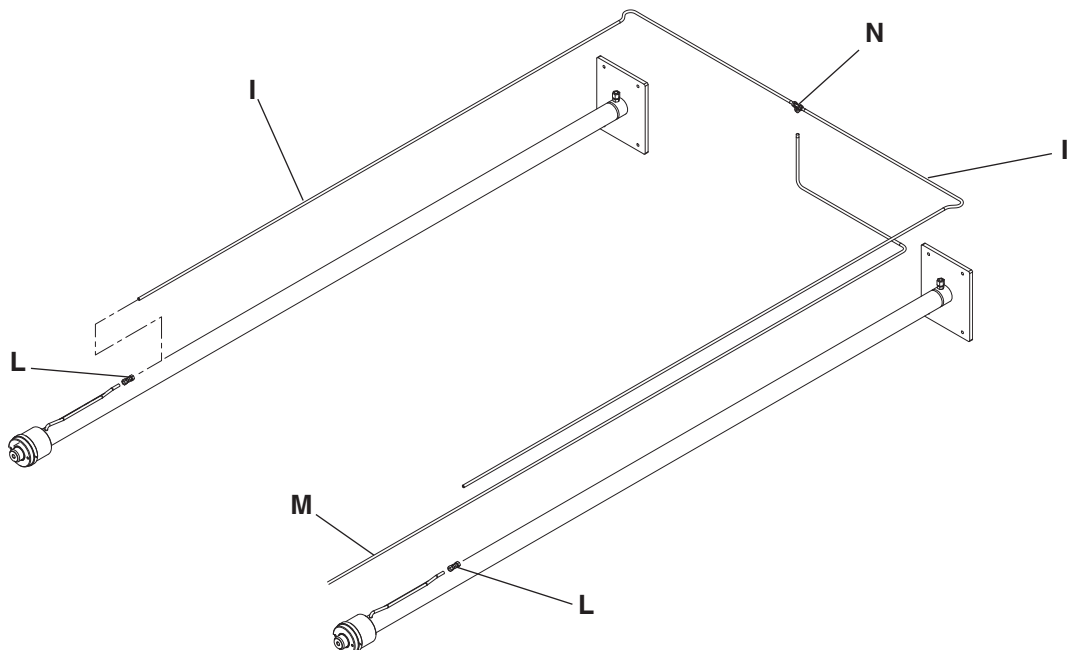

Fig. 13
- Montare i tubi per il drenaggio (I) sui raccordi (L) presenti nei cilindri, montare il tubo flessibile (M) nel raccordo a "T" (N) (fig. 13).
- Install drain tubes (I) onto coupling (L) of cylinders, install the flexible hose (M) onto Tee (N) (fig. 13).
- Die Drainageschläuche (I) an den Anschlüssen (L) montieren, die in den Zylindern vorhanden sind, den Schlauch (M) am „T“ (N) anschließen (Abb. 13).
- Monter les tuyaux pour le drainage (I) sur les raccords (L) placés sur les cylindres, monter le tuyau flexible (M) dans le raccord en «T» (N) (fig. 13).
- Montar los tubos para el drenaje (I) en los empalmes (L) presentes en los cilindros, montar el tubo flexible (M) en el empalme en "T" (N) (fig. 13).